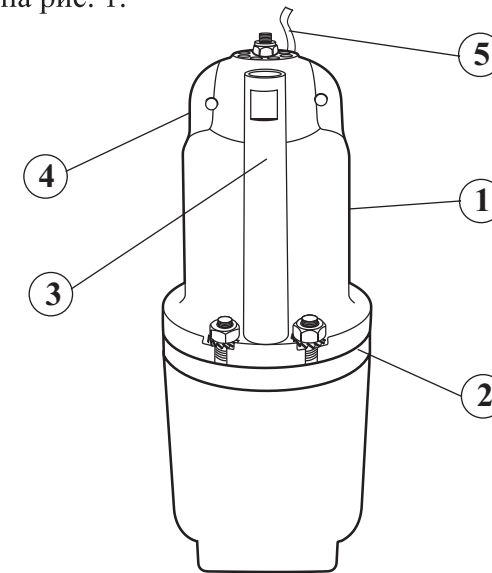

РИС. 1
4.1. Общий вид насоса вибрационного электрического представлен на рис. 1.